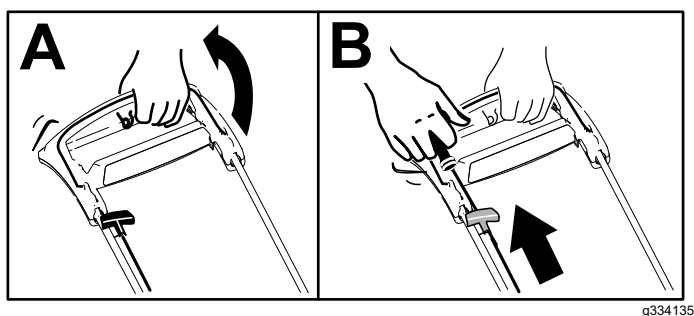

Figura 12
1. Sujete la barra de control de las cuchillas contra el manillar (Figura 12, A).
2. Tire suavemente del arrancador de retroceso hasta que note resistencia, luego tire con fuerza y deje que vuelva lentamente a la guía de cuerda del manillar (Figura 12, B).